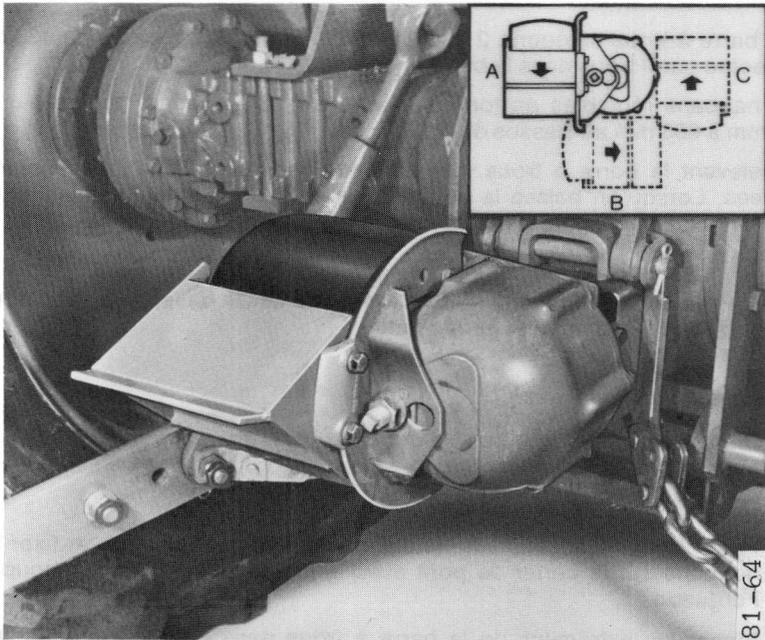

Fig. 5
- 6 – Monter l'ensemble de poulie dans la position désirée (encart fig. 5) et le fixer avec les 4 rondelles élastiques et écrous. Les deux positions horizontales assurent des sens de rotation inverses. La poulie ne doit jamais être montée dans la position opposée à «B» (fig. 5) car les roulements ne seraient plus graissés.